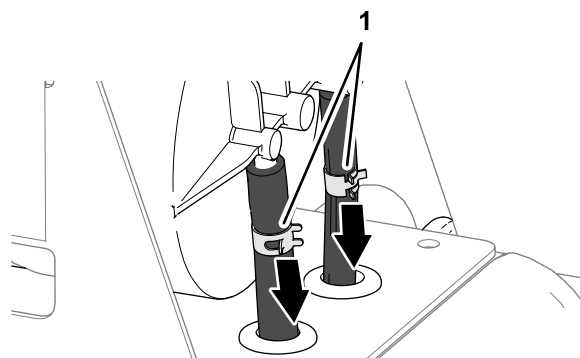

Figure 84
3. Desserrez les 2 colliers qui fixent les flexibles sur les raccords du filtre à charbon actif (Figure 84).